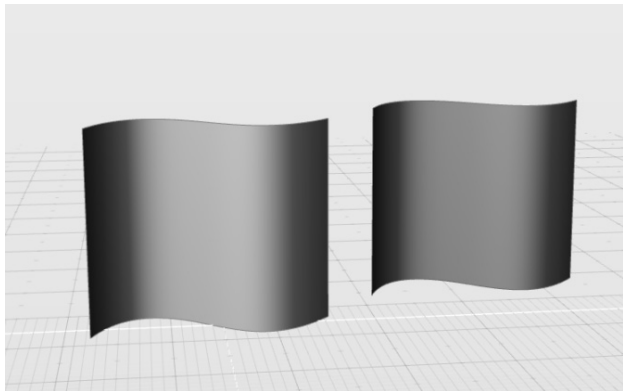

图 3-82 打开练习文件
1) 打开素材文件夹“练习（3.4.5_1）”中的 Evolve 文件，激活透视图，如图 3-82 所示。